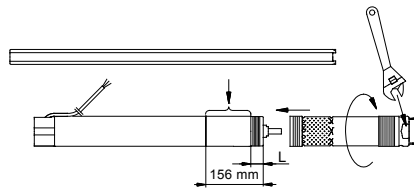

Fig. 6
1. Placera motorn horisontellt i ett skruvstöd och spänn fast den, se fig. 6.
4. Skruva på pumpdelen på motorn (55 Nm). **OBS:** Pumpaxeln måste kugga i motoraxeln. En skiftnyckel kan användas på pumpdelens spännnytor, se fig. 6.